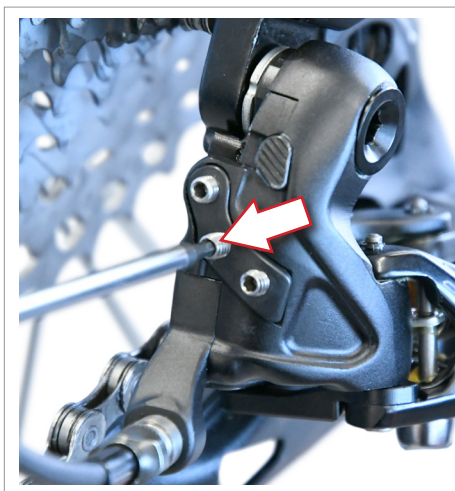
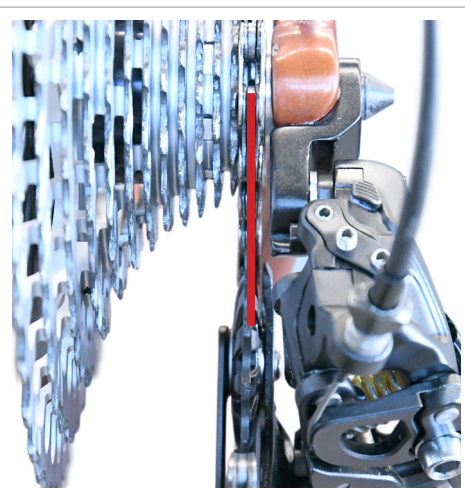

Fig.9
Fig.10
• Gire el tornillo (Fig. 9) hasta que la línea central de la ruleta superior esté perfectamente alineada con el primer piñón (Fig. 10).